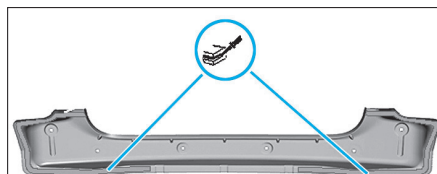

FIG. 113
- Apposer un cordon de colle bi-composant (Fig.113).